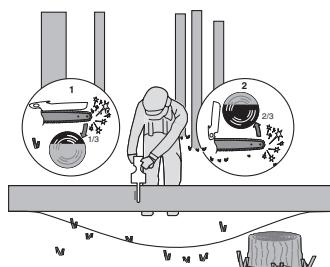

Bild 4
När stocken stöttas i båda ändarna, så som visas på bild 4, såga 1/3 diameter från ovansidan (kapning från ovansidan) (1). Gör sen den avslutande kapningen genom kapning från undersidan, från de undre 2/3 (2), för att möta den första sågningen.